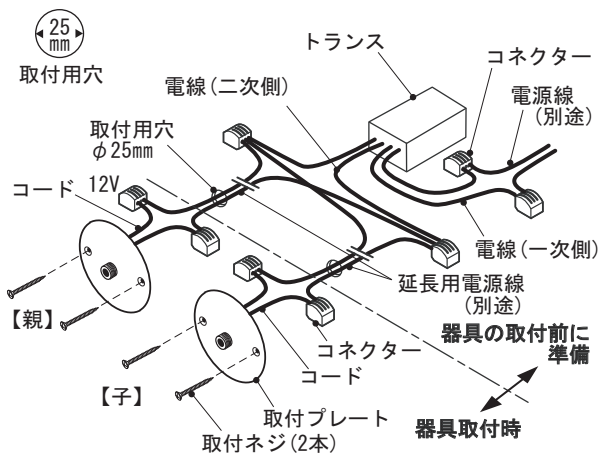

図7
- ・屋外で使用する場合は、防水の為にオプションの取付プレート用パッキンを使用してください。(図7参照)